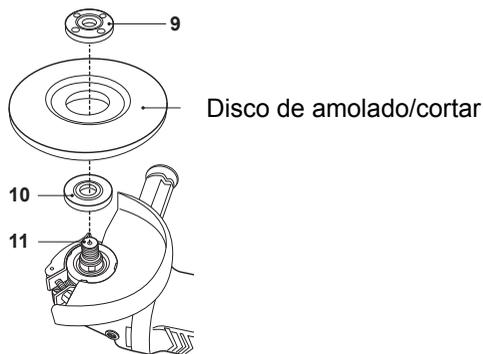

Fig. 12
3. Retire la brida de bloqueo (9) del husillo (11).
4. Sujetando el producto con el husillo hacia arriba, coloque la brida de soporte (10) en el husillo y asegúrese de que está correctamente situada. Las dos secciones planas mecanizadas deben estar orientadas hacia el producto y situarse en la posición apropiada en el husillo (11).
5. Coloque el disco en el husillo (11) con la etiqueta hacia el producto. El orificio que hay en el disco debe encajar en el husillo (11) y en la sección que sobresale de la brida de soporte (10) (Fig. 12).